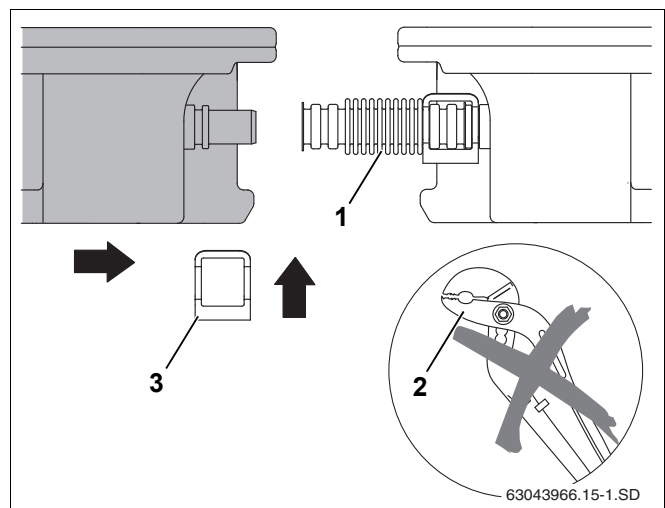

Рис. 46 Придвинуть второй коллектор к первому
- ▶ Не применяйте никаких инструментов, такие как плоскогубцы и др. (рис. 46, поз. 2). Они могут повредить гофрированную трубу.
- ▶ Второй коллектор придвиньте к первому так, чтобы его штуцеры попали в уже установленные гофрированные трубы (рис. 46, поз. 1) первого коллектора.
- ▶ Установите зажимы (рис. 46, поз. 3) на гофрированные трубы на штуцерах второго коллектора.